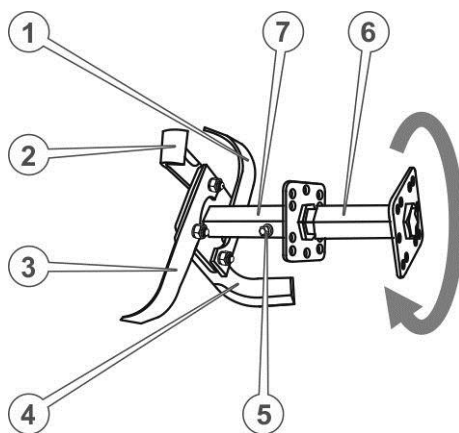

Рис. 8. – Ґрунтофреза
7. Скласти інші сегменти ротора ґрунтофрези (див. рис. 8.). Складання лівої половини ґрунтофрези здійснюється аналогічно, з урахуванням напрямку обертання ротора.